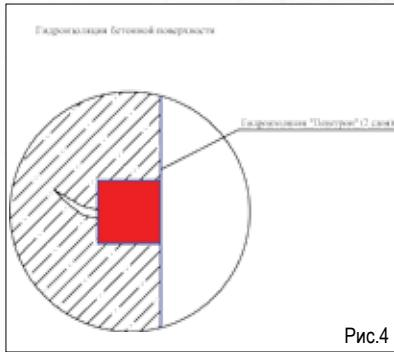

Рис.4
3. Первый слой материала «Пенетрон» нанести на влажный бетон (расход материала 600 г/м²). Второй слой нанести на свежий, но уже схватившийся первый слой (расход материала 400 г/м²) (Рис.4).